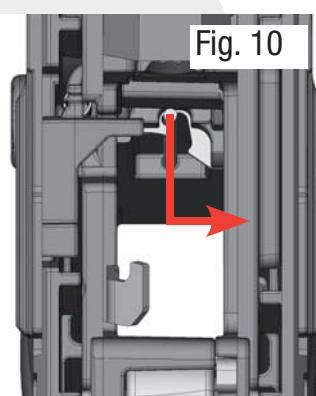

Fig. 10
- Détachez le ressort et poussez-le en direction de l'extrémité de l'arrêtoir de chargeur (fig. 10).